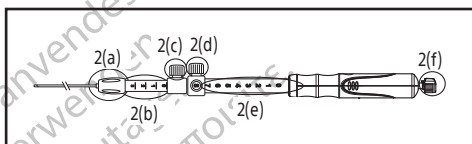

Figura 2.
2. Confirme se a agulha está totalmente retraída e se o bloqueio do ajuste da agulha (Figura 2(d)) está fixo e na posição zero (Figura 2(e)).
3. Determine o comprimento adequado da bainha relativamente ao comprimento do ecoendoscópio. Utilize o bloqueio do ajuste da bainha (Figura 2(c)) para definir o comprimento pretendido da bainha e bloqueie no local correto. Rode o bloqueio do ajuste da bainha no sentido dos ponteiros do relógio para bloquear a bainha no local correto. A extremidade distal da bainha deve estar visível na imagem endoscópica.
Nota: as marcas e os números de referência no manômetro do ajuste da bainha (Figura 2(b)) têm como objetivo ser apenas uma referência.
6. Continue a avançar o dispositivo até que saia do ecoendoscópio e a bainha esteja visível na imagem endoscópica. Aperte a ligação luer (Figura 2(a)) rodando no sentido dos ponteiros do relógio para ligar o dispositivo à abertura do canal de trabalho do ecoendoscópio.
Nota: se for necessário ajustar o comprimento da bainha, desaperte o bloqueio do ajuste da bainha (Figura 2(c)) e reposicione-o no ponto de referência apropriado.
8. Ajuste a profundidade de penetração da agulha para a posição pretendida utilizando o bloqueio do ajuste da agulha (Figura 2(d)). Para controlar a profundidade da penetração da agulha no local alvo, desaperte o bloqueio do ajuste da agulha rodando o botão no sentido contrário ao dos ponteiros do relógio. Alinhe o bloqueio do ajuste da agulha com o número de referência apropriado no manípulo do dispositivo. Bloqueie no local correto rodando o bloqueio do ajuste da agulha no sentido dos ponteiros do relógio.
Nota: os números de referência no manómetro de profundidade da agulha (Figura 2(e)) têm como objetivo ser apenas uma referência. Os números de referência representam a extensão da agulha (em centímetros) quando o dispositivo está numa posição reta.
10. Remova o estilete (Figura 2(f)) da abertura de aspiração do dispositivo, despertando suavemente e puxando-o para fora do manípulo do dispositivo.
Nota: o estilete pode ser enrolado e preso em conjunto utilizando um mecanismo de clipe na tampa do estilete (Figura 2(f)). O estilete deve ser retido para passagens adicionais da agulha durante o mesmo procedimento.
12. Encaixe a seringa fornecida na abertura de aspiração (Figura 2 (f)) no manípulo do dispositivo.